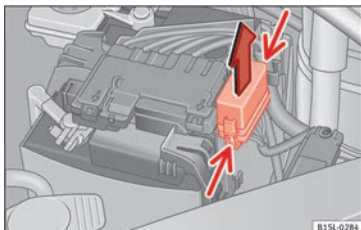

Abb. 83 Im Motorraum: Abdeckung des Sicherungskastens.
- Verriegelungstasten in Pfeilrichtung (schmale Pfeile) drücken, um die Abdeckung des Sicherungskastens zu entriegeln » » **Abb. 83**.
① VORSICHT